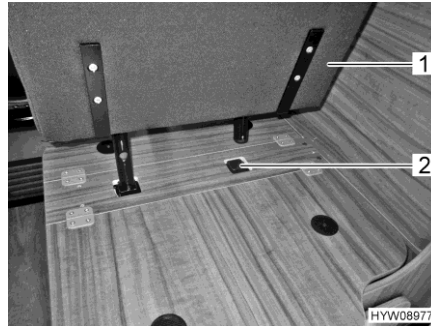

Bild 29 Sätt i den hopfällbara stolen i hållaren
- Sätt den hopfällbara stolen (Bild 29,1) i hållaren (Bild 29,2).